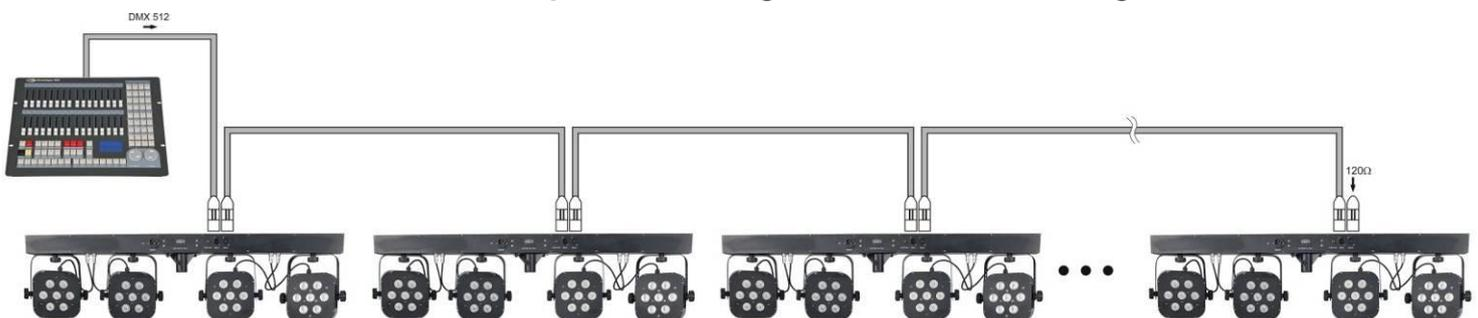

Abb. 3
4. Verbinden Sie die Einheit wie in (Abb. 3) gezeigt, schließen Sie ein DMX-Signalkabel von der DMX "Out"-Buchse des ersten Gerätes an die "In"-Buchse des zweiten Gerätes an. Wiederholen Sie diesen Vorgang, um auch das zweite, dritte und vierte Gerät anzuschließen.